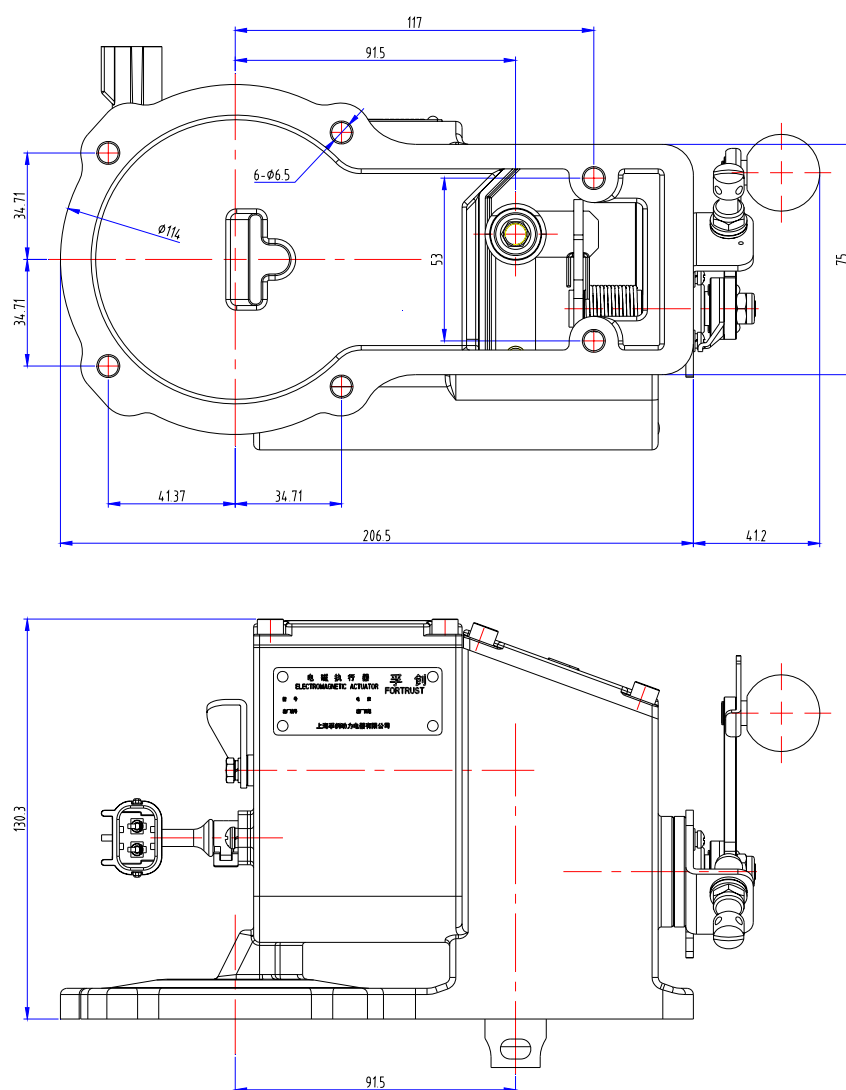

图 2.4 A800C-W 电磁执行器外形及安装尺寸图
2.2.2 A800C-W 电磁执行器 (如图 2.4 所示)